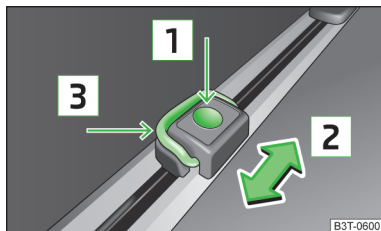

Abb. 117
- Die Taste **1** » Abb. 117 drücken und die Verzurröse in die gewünschte Position in Pfeilrichtung **2** schieben.
- Den Bügel **3** » Abb. 117 hochklappen und z. B. das Befestigungsnetz anbringen.